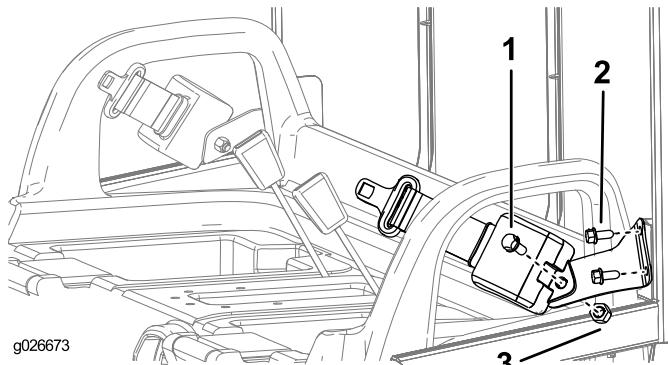

图7
1. 如图7 所示, 用 2 个螺栓 (3/8 英寸) 将安全带支架安装到各个 ROPS 凸耳上。
3. 如图7 所示, 用螺栓 (7/16 英寸) 和螺母 (7/16 英寸) 将各个安全带总成的伸缩端安装到各个安全带锚栓支架。